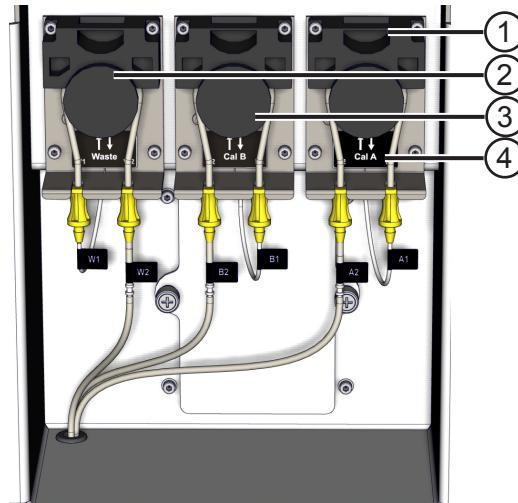

Figura 94 Cannessione dei tubi delle pompe peristaltiche
Inserire un tubo in ogni pompa peristaltica. Per inserire il tubo nella testa della pompa peristaltica, liberare la pressione della testa tirando la ghiera (1) in alto (vedi figura 94).